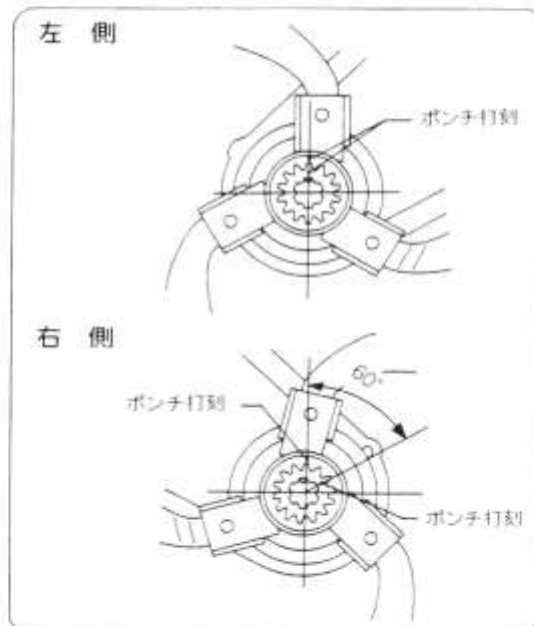

図37
- ❶ クロス刃受の組付は図37を参照にして組付けてください。